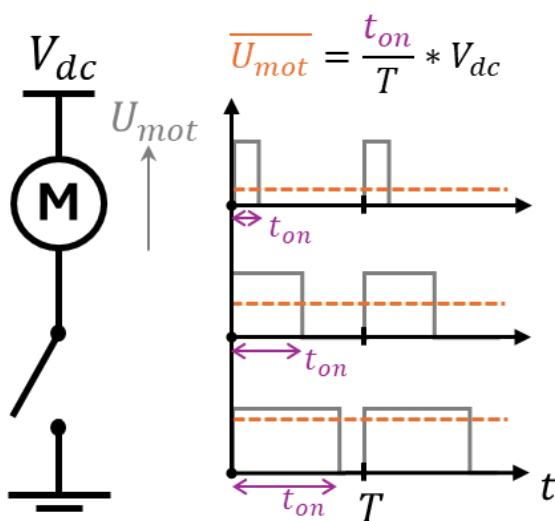
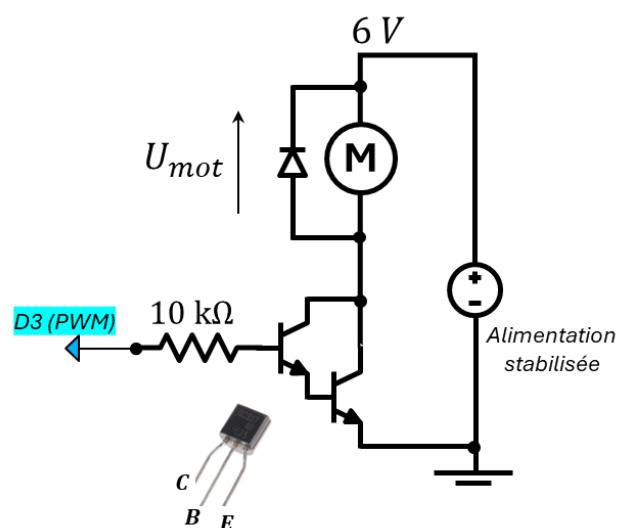

Figure 4 : Modulation à largeur d'impulsion pour la tension moyenne d'un moteur DC.
Figure 5 : Circuit de régulation de vitesse comprenant le montage Darlington et la diode de roue-libre.
Le moteur utilisé en laboratoire est un moteur à courant continu de 6 V dont la vitesse est contrôlée par la tension moyenne appliquée à ses bornes. On utilise la modulation à largeur d'impulsion (PWM en anglais) pour générer une tension moyenne réglable à partir d'une tension continue fixe. Le principe de la modulation est montré à la Figure 4 et le montage effectif est quant à lui présenté à la Figure 5.
- Réalisez le montage de la Figure 5, hors tension et avec la carte Arduino débranchée :